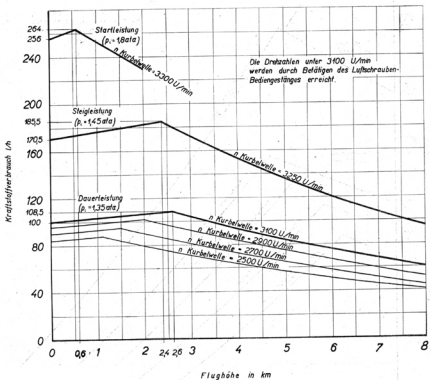

Abb. 2. Kraftstoffverbrauchsschaulinien.
Kraftstoffverbrauch	Siehe Kraftstoffverbrauchsschaulinien Abb.2 Seite 11 (im Reiseflug 100 l/h bei n = 3100 U/min u. 350 PS, im Sparflug 85 l/h bei n = 2500 U/min u. 310 PS)
2. Hauptbedienhebelstellung zwischen Leerlauf und einer Stellung, die 25° an der Grad-scheibe am Vergaser entspricht (s. Abb. 20 Bild 2).